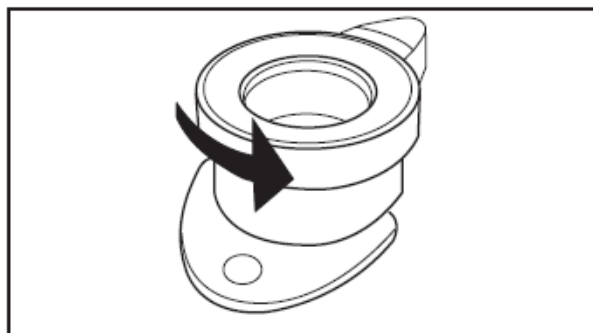

Fig. 20
- Roterä överdelen moturs så långt det går (Fig.20).